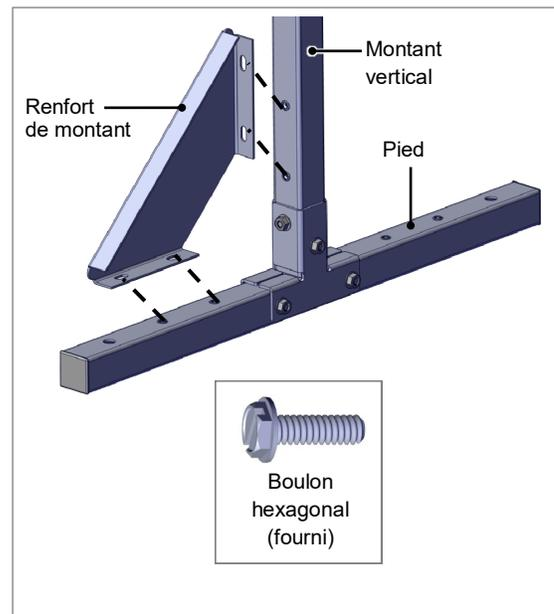

Fig. 6. Immobilisez le renfort de montant
4. Fixez un renfort de montant à l'ensemble montant/pied à l'aide de quatre (4) boulons hexagonaux (figure 6). Répétez cette opération du côté opposé.